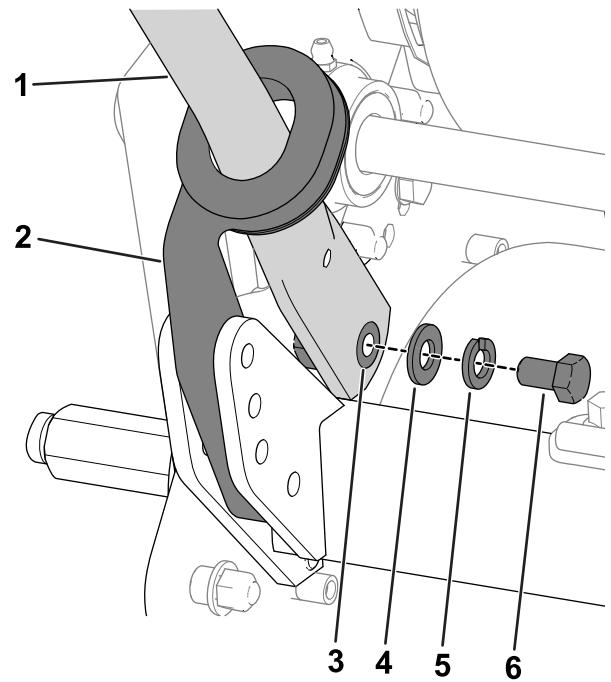

图4
- 向内挤压手柄端部，并将其安装到安装销上（图4）。
- 用之前卸下的螺栓（3/8 英寸）、垫圈和锁紧垫圈将手柄固定到安装销上（图4）。